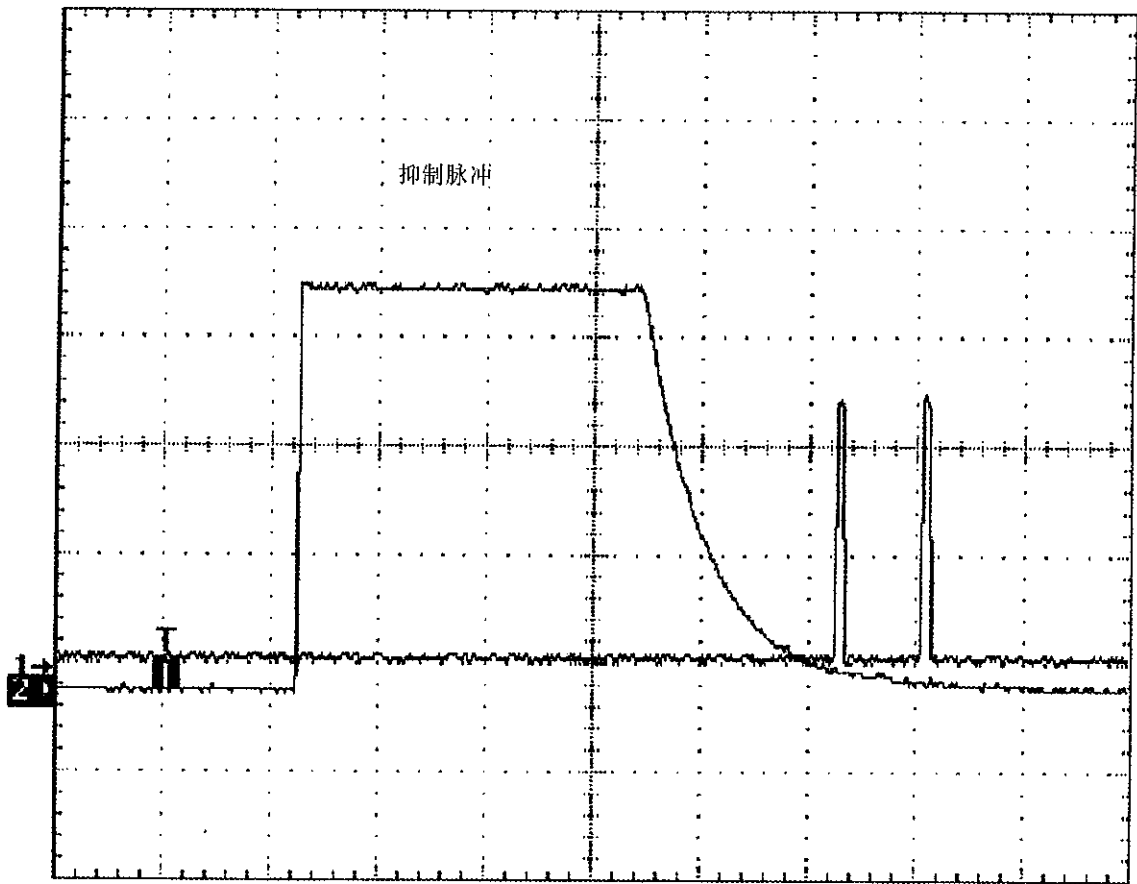

图 11
6.2.10.6 将“DBL INTERR/INTERF PULSE”置于“050.0 DOUBLE”，调节示波器，观察示波器波形如图 11 所示。将结果填入附录 C 表 C14 中。